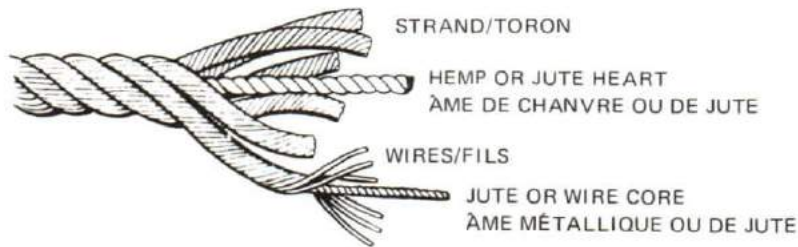

Figure 10-6
2. Wire ropes are constructed in a manner similar to fibre ropes but there are a few distinct differences. A large number of thin wires forms a much more flexible rope than a smaller number of thicker wires. To understand the reason for this, think of an automobile spring of the flat leaf type. See Figure 10-6.
2. Les câbles métalliques sont confectionnés comme les cordages en fibre, mais il existe quelques différences précises. Plusieurs fils fins donnent un câble beaucoup plus souple que quelques fils épais. On comprend pourquoi si l'on pense au ressort à lames d'une automobile (voir la figure 10-6).